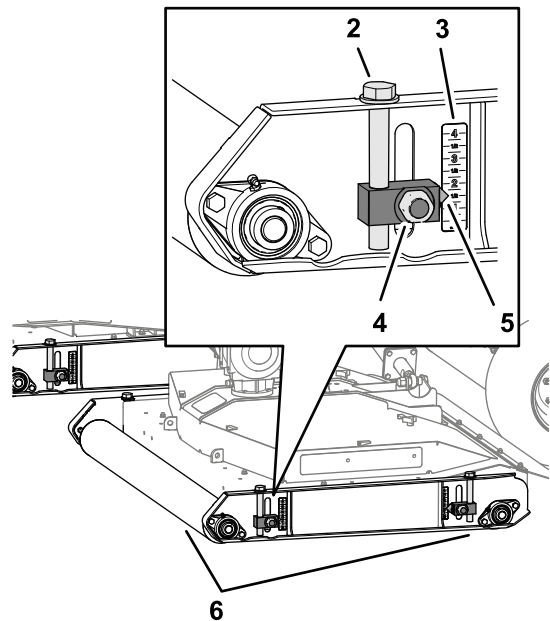

Bild 35
3. Lösen Sie die vier Sicherungsmuttern, mit denen die vier Schnitthöheneinstellungen des Mähwerks befestigt sind (Bild 35).